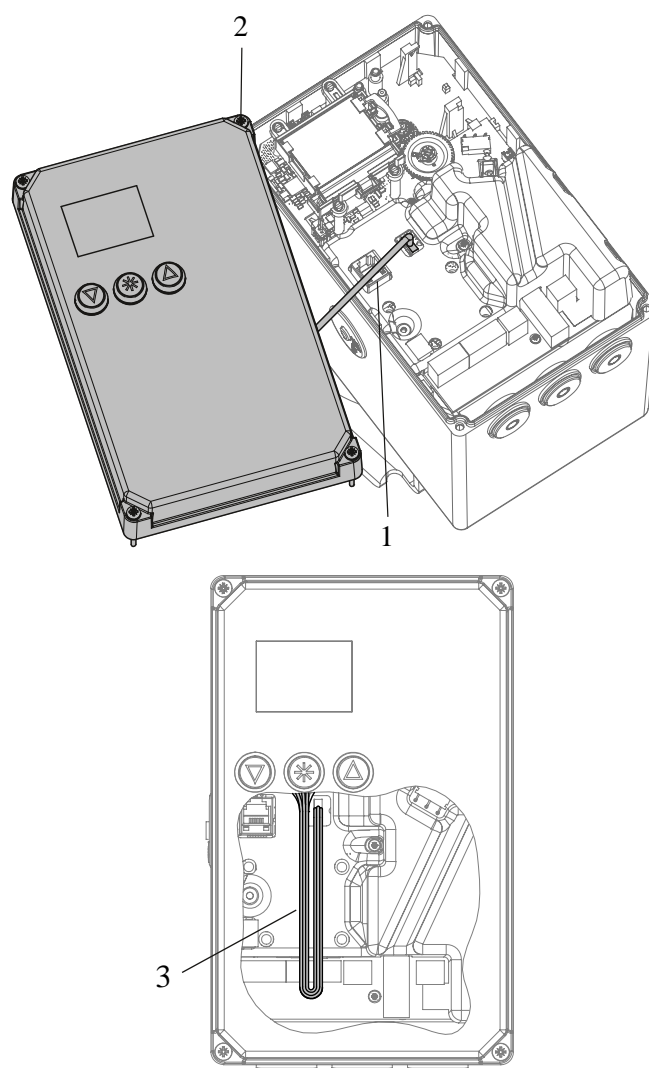

Bild 38: Sonderausführung mit Drei-Tasten-Bedienung
⇒ Vgl. Bild 38.
2. Gehäusedeckel in die Position nach Bild 38 bringen.
3. Deckel aufsetzen, Schraube (2) durch kurzes Linksdrehen zentrieren und leicht festziehen.
5. Schraube (2) lösen, Gehäusedeckel dabei so halten, dass die Anschlussleitungen (1) des Gehäusedeckels nicht auf Zug belastet werden.
6. Gehäusedeckel auf das Gehäuse setzen und die Anschlussleitungen wie in Bild 38 dargestellt im Gehäuse unterbringen.